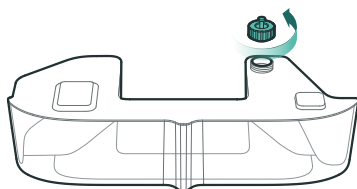

Рис. 24
5. Открутите его против часовой стрелки (см. рисунок 24);